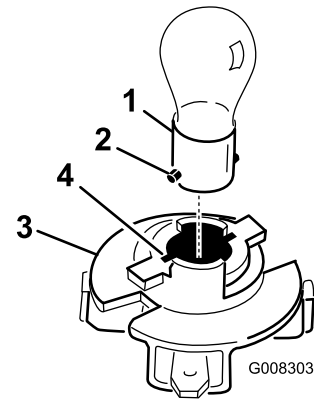

Figura 30
8. Empuje y gire la lámpara en el sentido contrario a las agujas del reloj hasta que haga tope (aprox. 1/4 de giro) y retírela del portalámparas (Figura 30).
1. Alinee los topes de la base de la lámpara con las ranuras del portalámparas e inserte la base en el portalámparas (Figura 30).
3. Alinee las pestañas del portalámparas (Figura 30) con las ranuras del reflector.